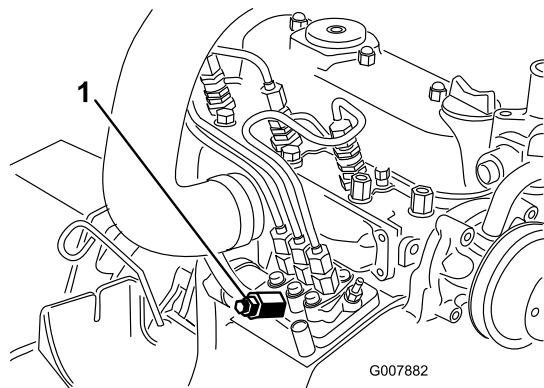

Bild 49
3. Legen Sie einen Lappen unter die Entlüftungsschraube an der Kraftstoffeinspritzpumpe und öffnen Sie sie (Bild 49).